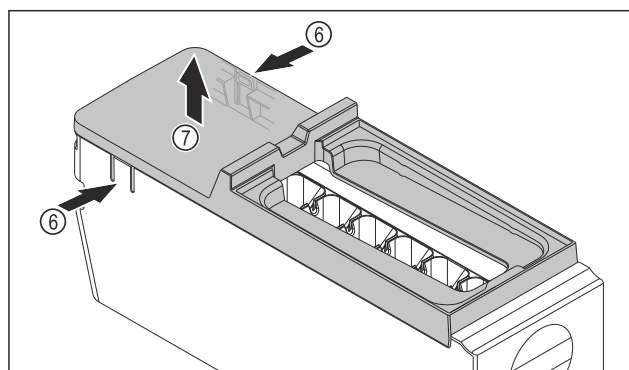

Fig. 118
► Fjern dekselet til hoveddelen til EasyTwist-Ice: Trykk på tappene Fig. 118 (6) på begge sider av hoveddelen til EasyTwist-Ice- med én hånd.
► Fjern dekselet Fig. 118 (7) ved å trekke det oppover med den andre hånden.